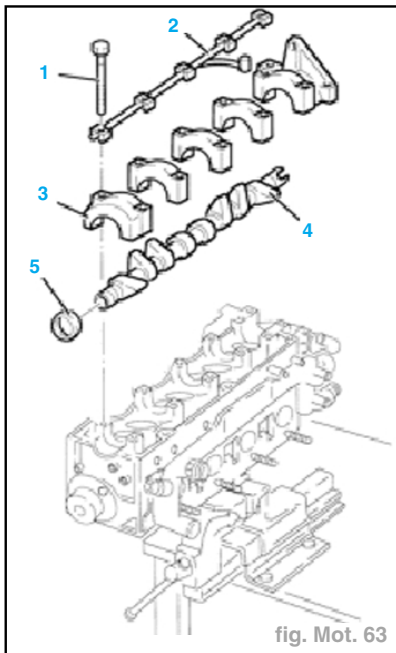

fig. Mot. 63
- Dévisser les vis (1) des chapeaux de l'arbre à cames (fig. Mot. 63).